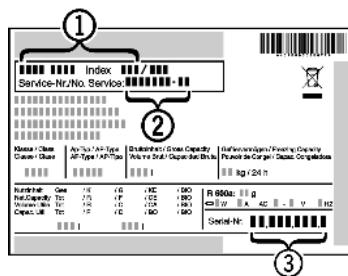

Fig. 19
- Обратитесь в сервисную службу и сообщите вид неисправности, наименование устройства Fig. 19 (1), сервисный № Fig. 19 (2) и серийный № Fig. 19 (3).